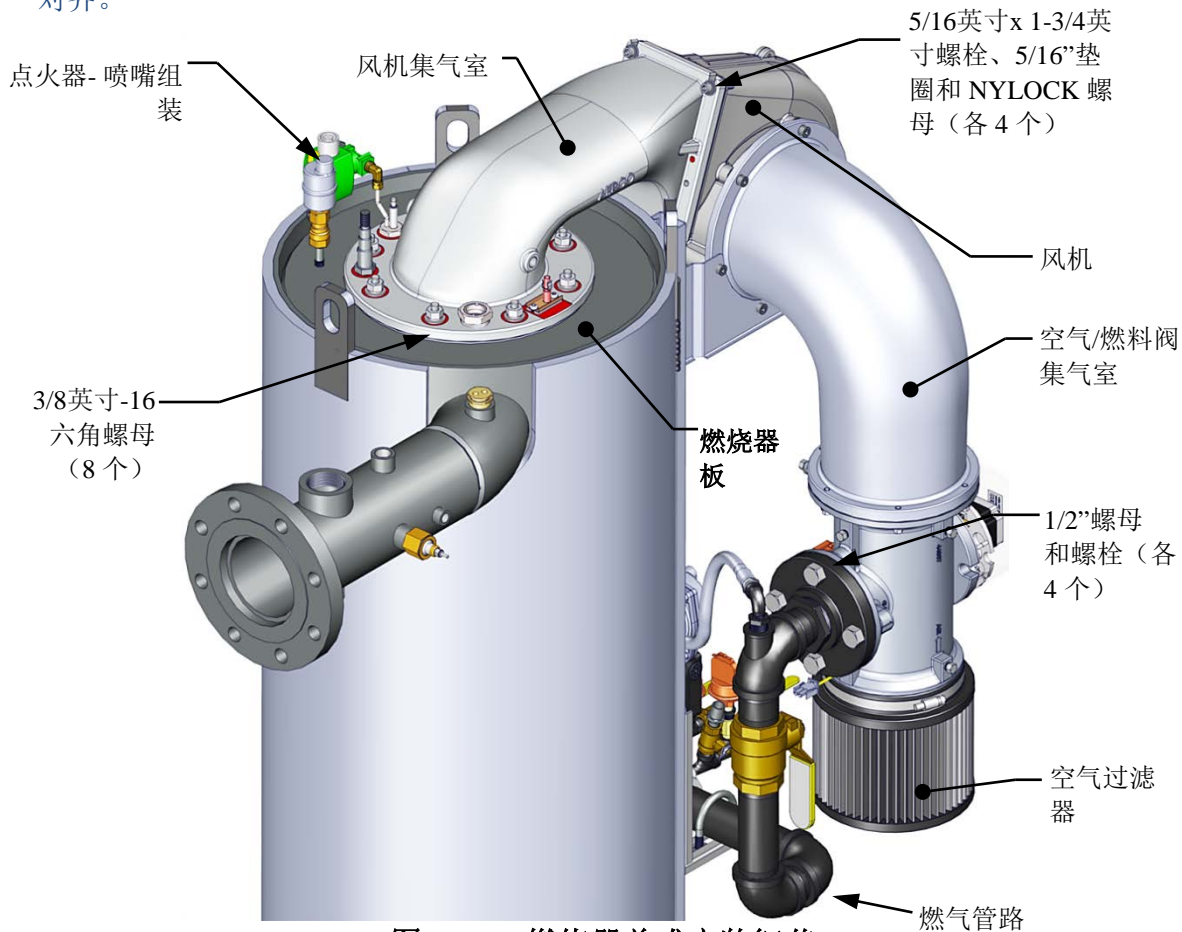

图 7-4a: 燃烧器总成安装细节
9. 从与风机相连的风机集气室松开并取下四个 5/16x1-3/4 英寸螺栓、垫圈和螺母（参见图 7-4a 和 7-4b）。
11. 使用 9/16 英寸扳手，拆下用于将风机集气室连到燃烧器上的八(8) 个 3/8-16 螺母（参见图 7-4a 和 7-4b）。